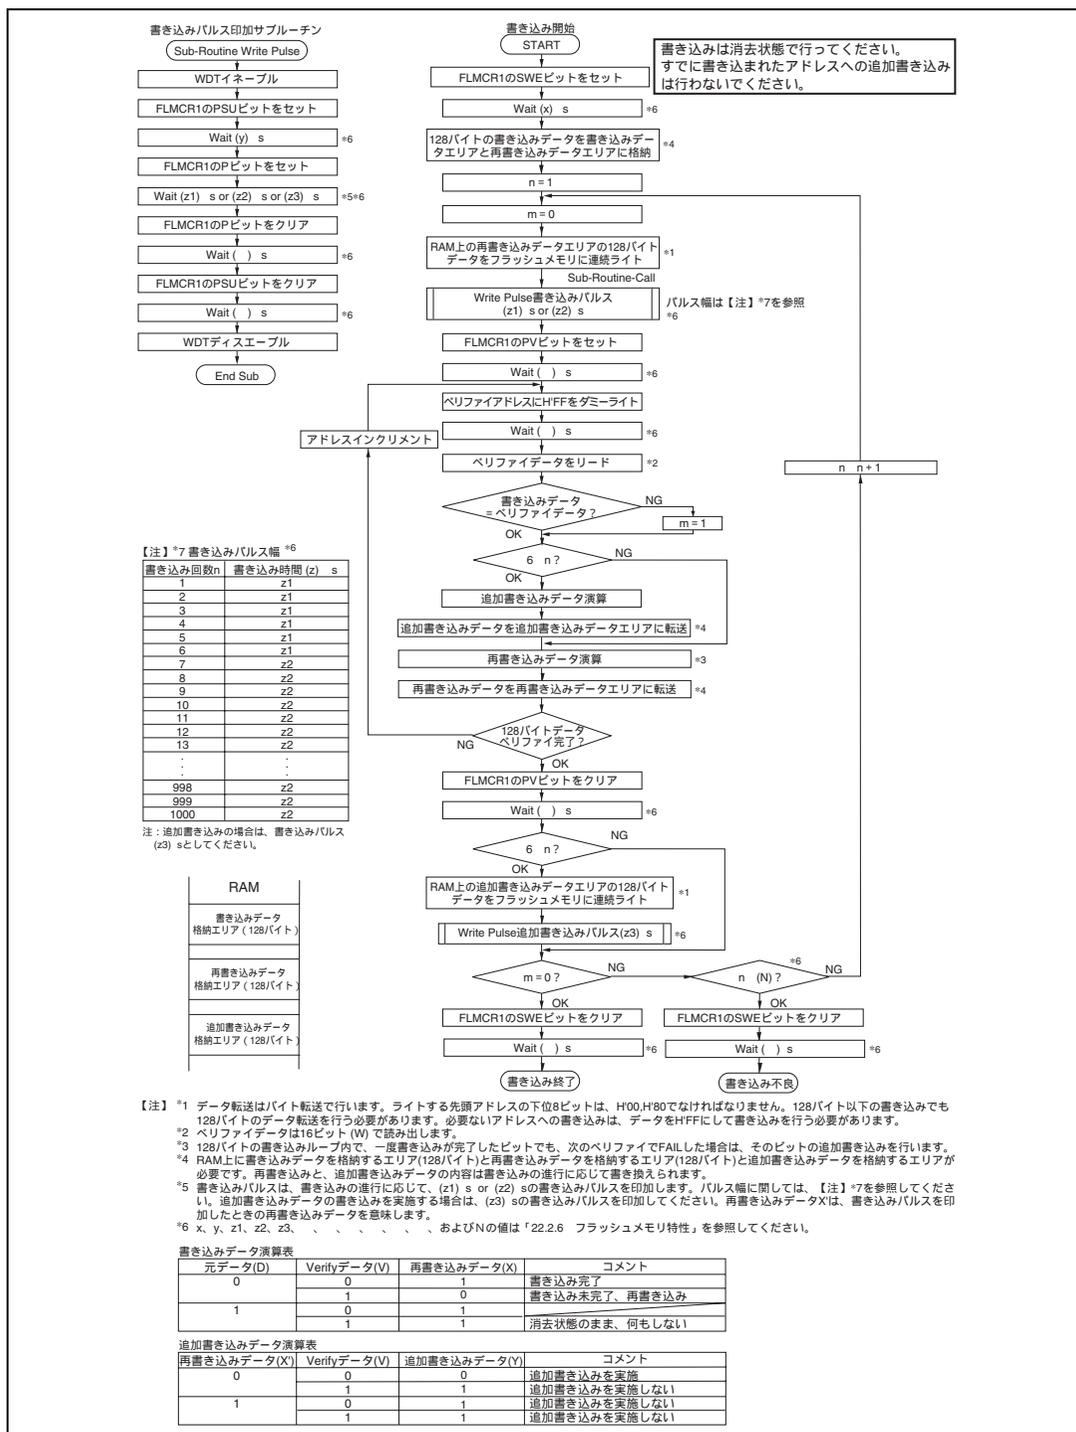

図 19.41 プログラム / プログラムペリファイフロー
フラッシュメモリへのデータ / プログラムの書き込みを行う場合は、図 19.41 に示すプログラム / プログラムベリファイフローチャートに従って行ってください。このフローチャートに沿って書き込み動作を行えば、デバイスへの電圧ストレスやプログラムデータの信頼性を損なうことなく、フラッシュメモリへデータ / プログラムの書き込みを行うことができます。また、1 回の書き込みは、128 バイト単位で行ってください。
一定の書き込み時間経過後、書き込みモードを解除 (FLMCR1 の P ビットを 0 にクリア後、() μs 以上の時間が経過してから PSU ビットを 0 にクリア) します。ウォッチドッグタイマを () μs 以上の時間が経過してから解除し、FLMCR1 の PV ビットをセットすることで、動作モードはプログラムベリファイモードへ遷移します。プログラムベリファイモードでは、読み出す前に、読み出すアドレスにデータ HFF をダミーライトしてください。ダミーライトは () μs 以上の時間が経過してから行ってください。この状態でフラッシュメモリを読み出す (ベリファイデータは 16 ビットで読み出す) とラッチしたアドレスのデータが読み出されます。このリード動作は、ダミーライト後、() μs 以上置いてから行ってください。次に書き込みデータとベリファイデータを比較し、再書き込みデータを演算 (図 19.41 参照) し、再書き込みデータを再書き込みデータエリアに転送します。128 バイト分のデータのベリファイが完了後、プログラムベリファイモードを解除し、() μs 以上の待機時間を置いて、FLMCR1 の SWE ビットを 0 にクリアし、() μs 以上待機時間を置いてください。再度書き込みが必要な場合は、再度プログラムモードに設定し、同様にプログラム / プログラムベリファイシーケンスを繰り返してください。ただし、同一ビットに対するプログラム / プログラムベリファイシーケンスの繰り返しは、(N) 回を超えないようにしてください。